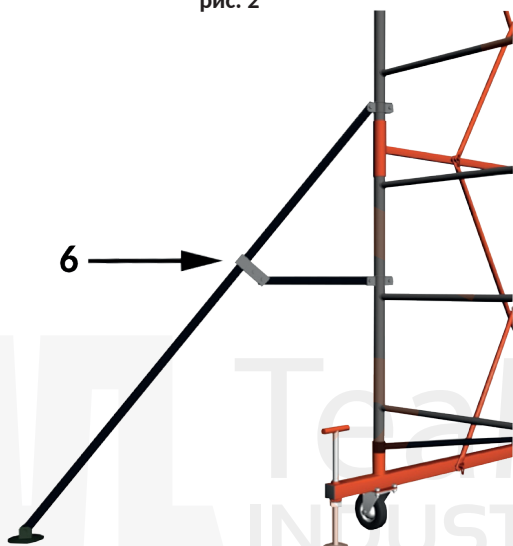

рис. 3
5.1. При сборке вышки высотой от 7,5 м (5 секции включительно) у основания необходимо закрепить стабилизаторы (6) (в комплект не входят) для дополнительной устойчивости вышки (рис. 3).